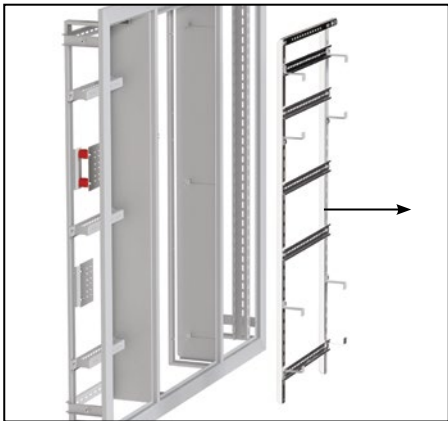

Рис. 49
1.2. Далее открутите винты М6 при помощи крестовой отвертки и извлеките раму из корпуса (рис. 49). Винты сохранить для установки рамы в сборе с электрооборудованием.